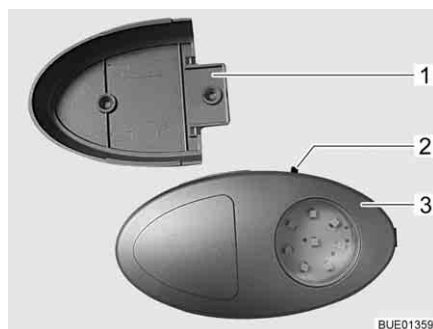

Bild 57 Klädskåpslampa
- ▷ Klädskåpslampan kan dras ut från skruvhållaren (Bild 57, 1) och användas som ficklampa.
På-/av-brytaren (Bild 57,2) sitter direkt på klädskåpslampan (Bild 57,3).